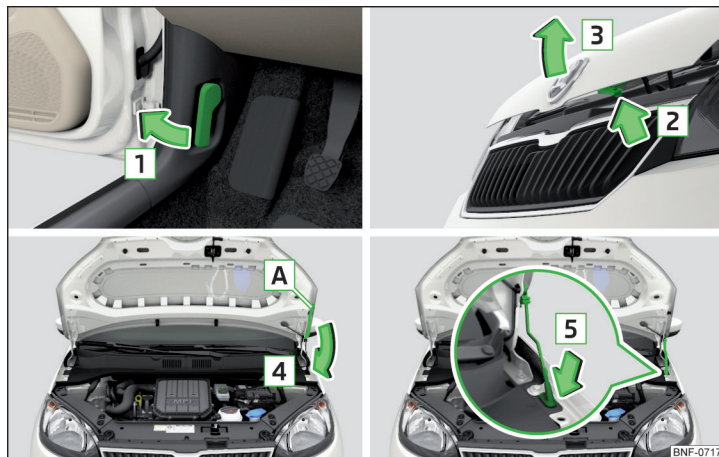

Fig. 136 Deschiderea capotei
- Deschideți portiera din față și trageți de maneta de deblocare aflată sub planșa de bord în sensul săgeții **1** » fig. 136.